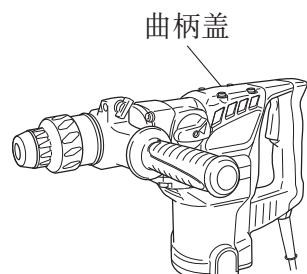

图 19
- (1) 取下曲轴罩并除净里面的润滑油。(图 19)
- (2) 向曲轴壳内注入 60 克日立电锤润滑油 A (标准附件，贮存在软管中)。
- (3) 更换润滑油后，正确地装上曲轴罩。